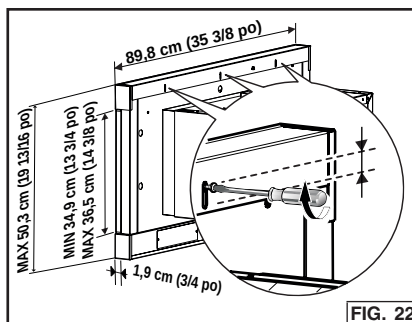

FIG. 22
1. Desserrez (3) vis de la garniture décorative supérieure. Fig. 22.
3. Resserrez à nouveau les (3) vis de la garniture décorative supérieure.